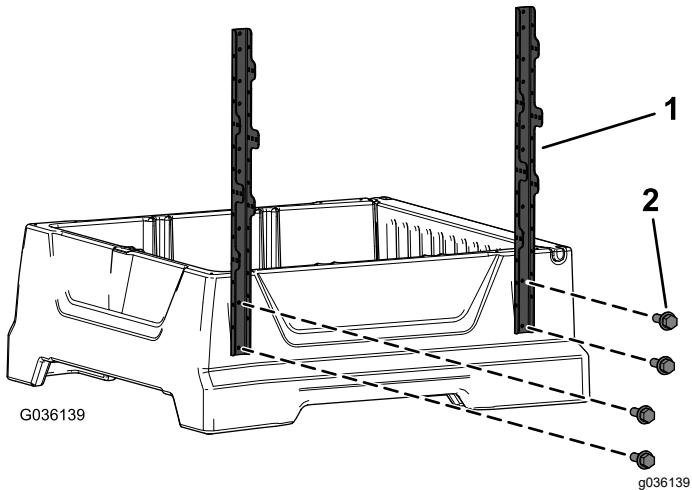

Рисунок 2
1. Установите, не затягивая, два боковых вертикальных кронштейна рамы на наружную поверхность грузового кузова с помощью 4 винтов с шестигранными головками (1/4 x 3/4 дюйма), как показано на Рисунок 2.